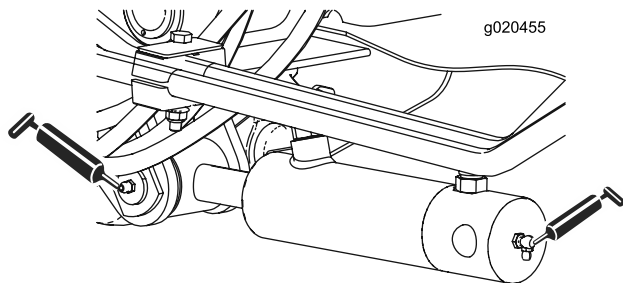

Figura 63
- Boccole (2 cad.) del cilindro di sollevamento (Figura 63).